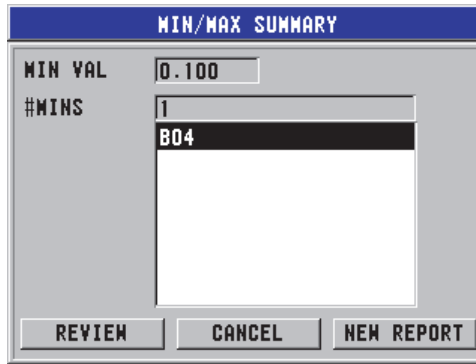

Figura 6-45 Tela de resultados do relatório MIN/MAX SUMMARY
- A tela com os resultados do relatório **MIN REVIEW** abre com o ID da espessura mínima selecionado (veja Figura 6-45 na página 139).